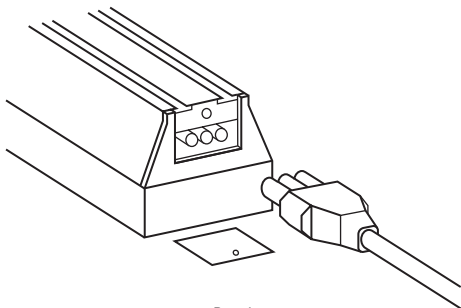

Рис. 1
5.2 Вставьте соединитель-коннектор в светильник и убедитесь, что он надежно зафиксирован (см. рисунок 1).